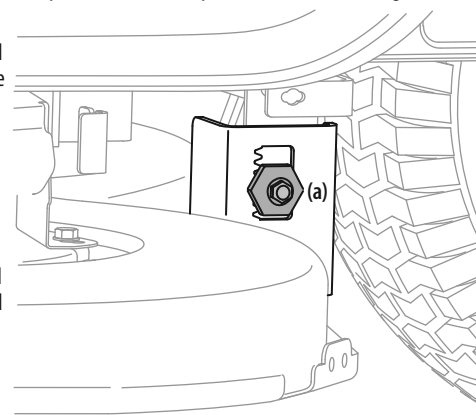

Figura 27
3. Debajo de los guardabarros traseros dentro de las ruedas, hay un perno de cabeza hexagonal de ajuste de elevación para cada lado de la plataforma. Consulte la Figura 27.